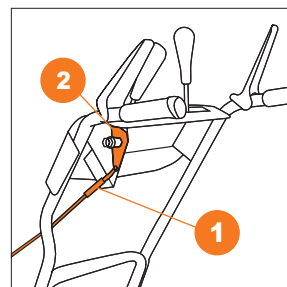

Рис. 15
- Соедините тросик регулировки дальности выброса **1** с кронштейном рукоятки управления **2** на панели оператора (Рис. 15).